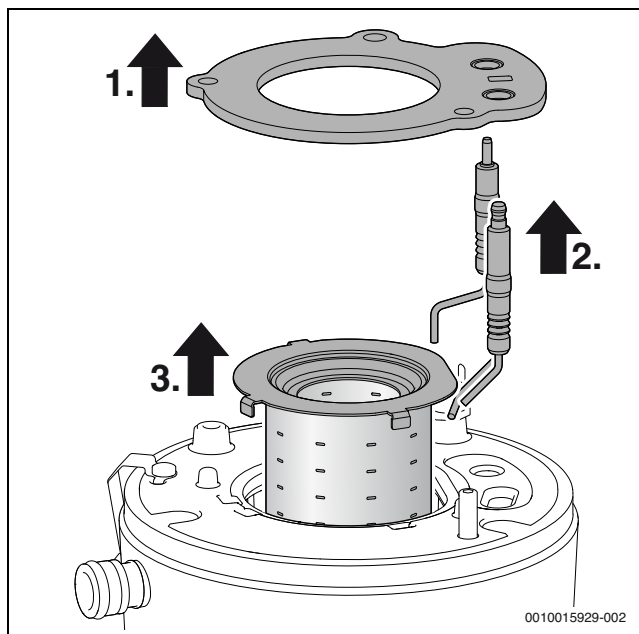

Fig. 67 Scoaterea arzătorului
- De fiecare dată când deschideți arzătorul, înlocuiți garnitura arzătorului (→ fig. 67, poz. [1]) și toate garniturile de etanșare deteriorate ca urmare a acestei măsuri. (Durata de viață maximă a garniturii arzătorului: 7,5 ani)